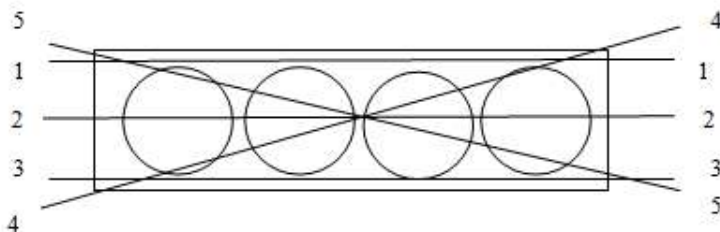

Рис.5.1. Схема измерения отклонения плоскостности блока цилиндров ДВС
3. Сделать эскиз схемы измерения плоскостности поверхности блока цилиндров (рис. 5.1), результаты измерений плоскостности поверхности под ГБЦ указать непосредственно на эскизе в метках их измерений. Измерения произвести в 5-ти плоскостях согласно схеме. Сделать вывод о соответствии, при наличии отклонений принять решение о ремонтопригодности и способе восстановления.